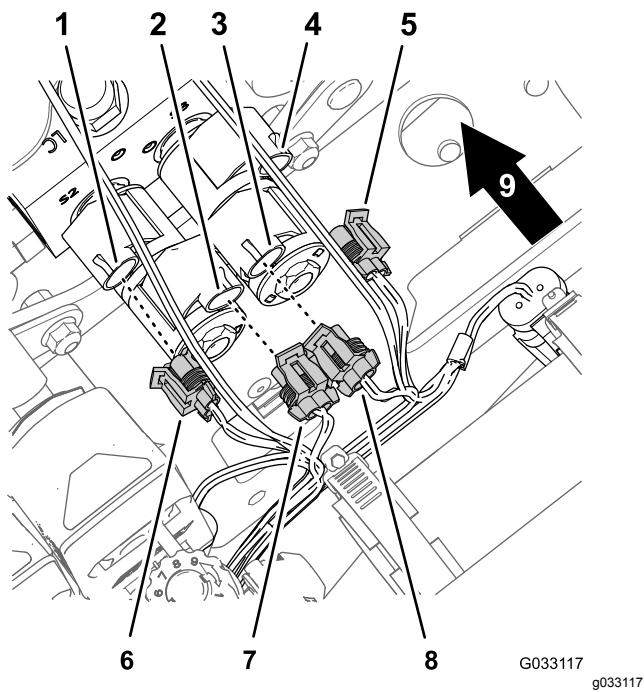

Рисунок 32
3. Отсоедините 2-гнездовые разъемы жгута проводов доводочного комплекта ультразвукового выравнивания стрелы (Рисунок 32) от 2-штыревых соединителей электромагнитов коллектора подъемного цилиндра следующим образом: